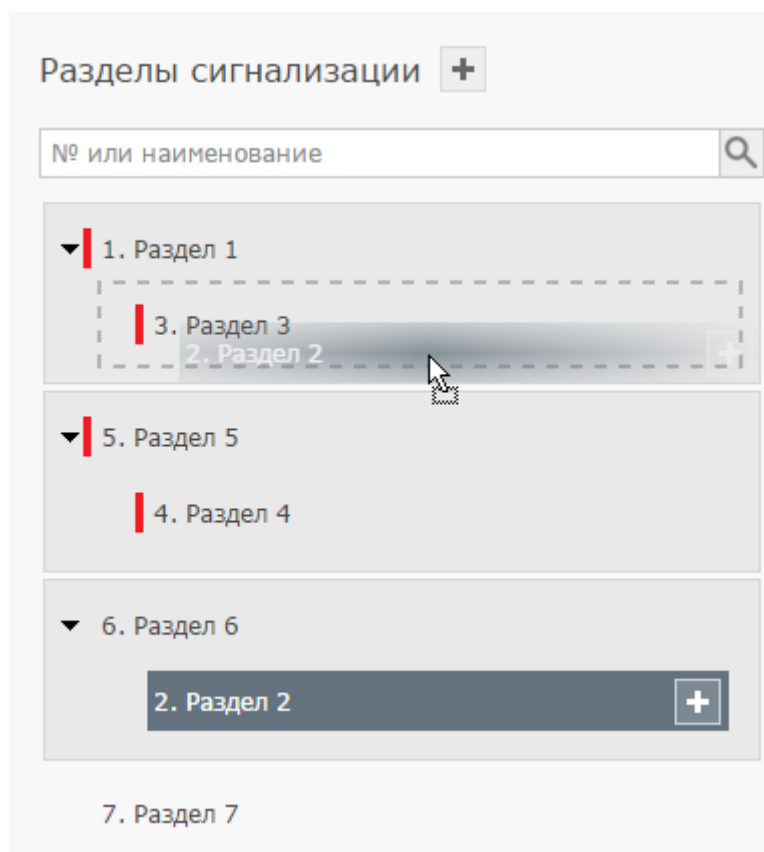

Рисунок 9.64 — Процедура переноса раздела
2. Удерживая левую клавишу мыши, перенесите «раздел» к области имени раздела, который будет родительским разделом. Область имени родительского раздела выделится серой пунктирной линией (рисунок 9.64).